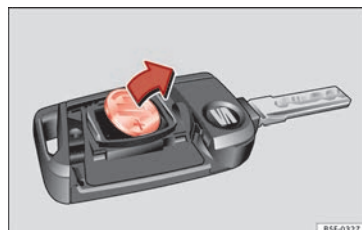

Abb. 134 Fahrzeugschlüssel: Batterie herausnehmen.
- Batterie mit einem geeigneten dünnen Gegenstand aus dem Batteriefach heraushebeln » **Abb. 134**.
- Neue Batterie wie gezeigt ansetzen » **Abb. 134** und entgegen der Pfeilrichtung in das Batteriefach drücken » ❷.